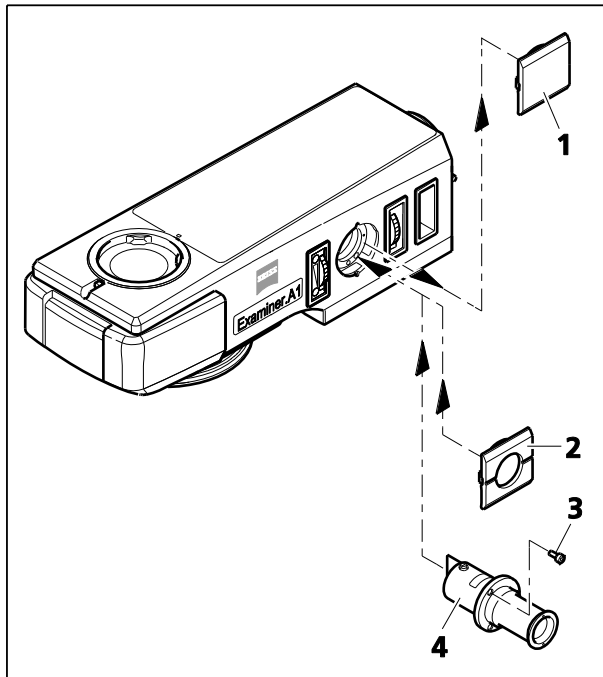

Figure 3-33 Insertion de l'aide au réglage
- Retirer le cache (Figure 3-33/1) par l'encoche pour insérer l'aide au réglage.
- Insérer l'aide de réglage (Figure 3-33/4) et la visser à la partie supérieure du statif à l'aide des trois vis fournies (Figure 3-33/3).
- Mettre le cache muni de l'ouverture (Figure 3-33/2).